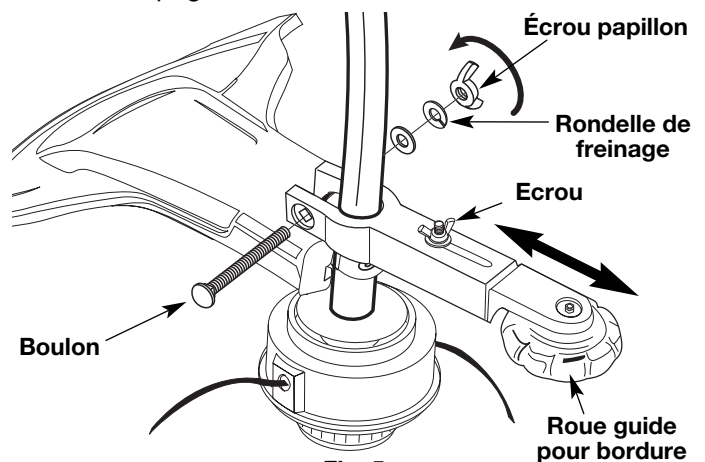

Fig. 5
2. Poussez la roue guide pour bordure dans l'arbre juste au dessus du bouclier d'accessoire de coupe (Fig. 5). De la force peut être requise. L'écrou de réglage de profondeur doit être au dessus.
4. Ajustez la profondeur de bordure en desserrant l'écrou et en bougeant sur la position désirée, le long de la flèche indiquée et serrez bien (Fig. 5).